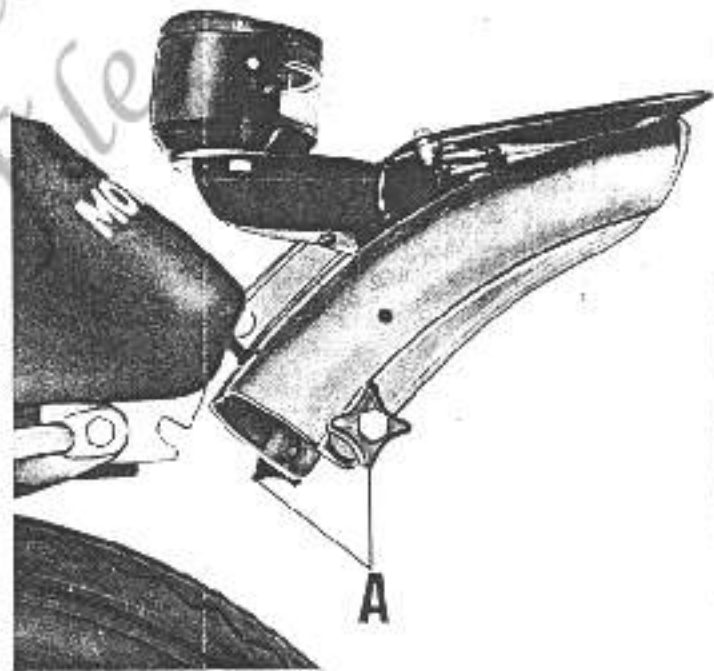

Fig. 34
- allentare i due volantini (A di fig. 34) ed alzare l'appendice del parafrangente posteriore;